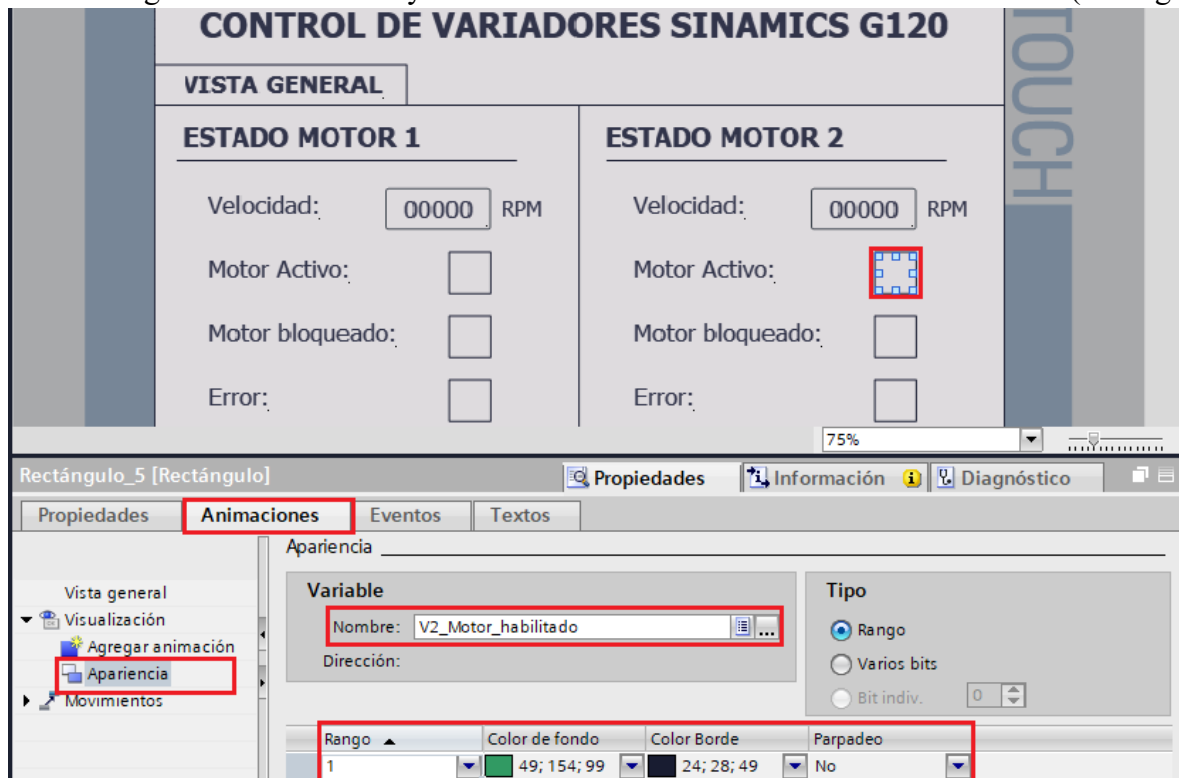

Figura 44. Configuración estado Motor Activo.
- En “Rango” seleccionar “1” y en “Color de fondo” seleccionar el color “Verde” (ver Figura 44)